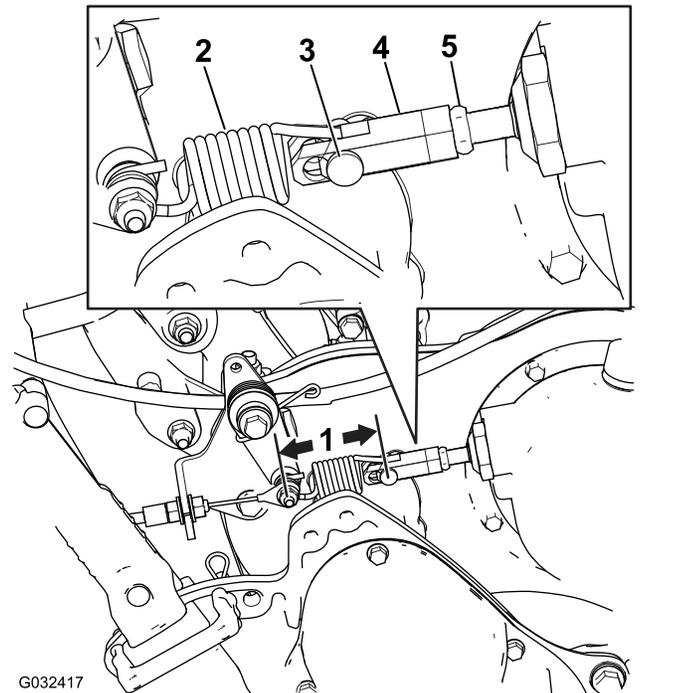

Figura 49
2. Meça a distância do pino de segurança em qualquer extremidade da mola de controlo de tração (Figura 49); se não estiver entre 7,3 e 7,6 cm, ajuste a embraiagem de acordo com os passos abaixo.
- B. Desaperte a porca de bloqueio no tensor e retire o passador de forquilha, desligando a mola do tensor (Figura 49).
- F. Meça a distância do pino de segurança em qualquer extremidade da mola de controlo de tração (Figura 49); repita os passos A a F até que fique entre 7,3 e 7,6 cm.